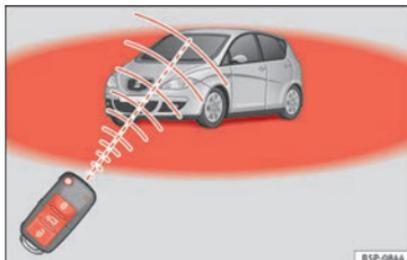

Fig. 51 Raggio d'azione del telecomando.
- Il telecomando funziona soltanto se azionato all'interno del suo campo d'azione » fig. 51 (settore rosso).
- Se si sblocca il veicolo con il tasto ② ① ed entro 30 secondi non si aprono né le porte né il portellone posteriore, il veicolo si richiude automaticamente. Questa funzione impedisce che il veicolo permanga involontariamente aperto per un periodo di tempo prolungato.